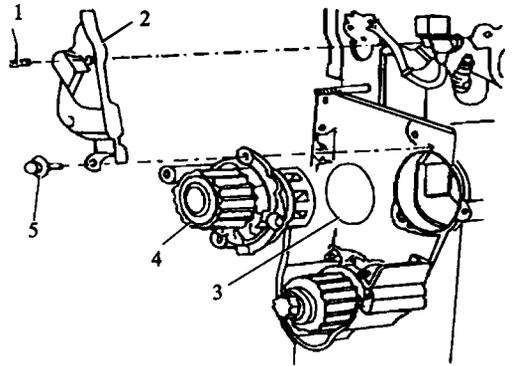

图 1-12 水泵、正时齿轮及相关零件装配关系
(1) 拆下同步带的上、中防护罩。
(2) 将曲轴调整到第一缸上止点位置。
(3) 拆下凸轮轴上的同步带,但不必拆下曲轴 V 带轮。保持同步带在曲轴同步带轮上的位置。
(4) 旋下螺栓,拆下同步带后防护罩。
(5) 拆下水泵,小心地将其拉出,如图 1-12 所示。